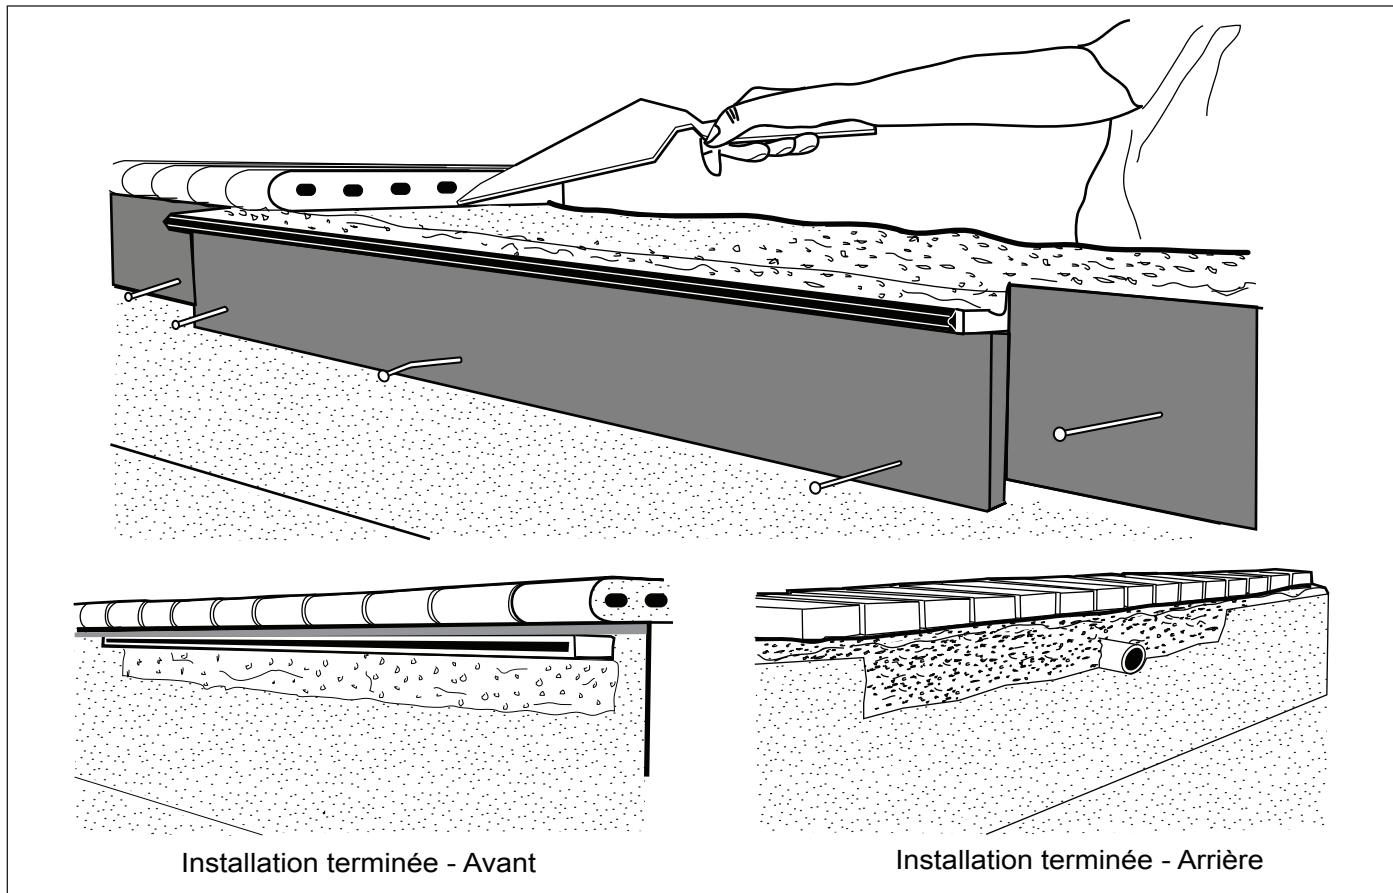

Figure 9. Finition de la cascade
1. Utiliser un mortier de pose simplifiée pour installer les matériaux de couronnement sur le ciment au-dessus de la cascade. Appuyer sur l'appareil et mettre de niveau. Se référer à la Figure 9.